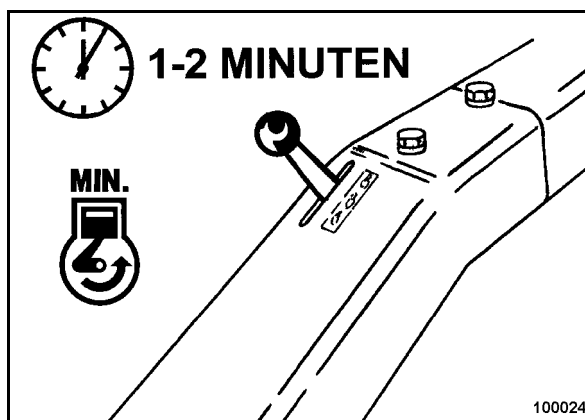

Fig. 17
- Poner la palanca reguladora de revoluciones a posición "MIN" (Fig. 17).